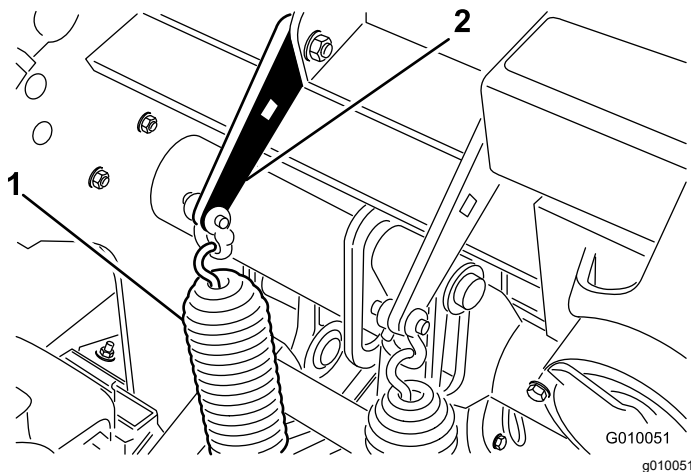

Figura 27
2. Desaperte as porcas do parafuso de carroçaria que fixam os suportes da mola à cabeça de perfuração (Figura 27). Não os retire.